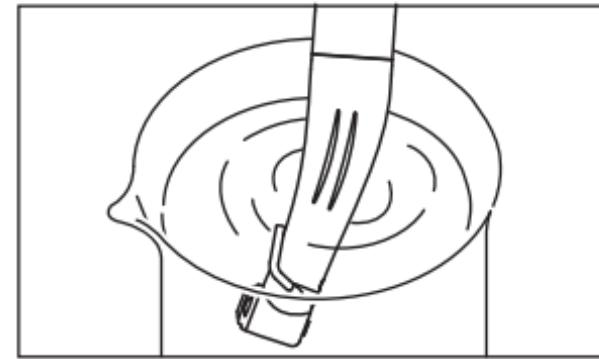

Fig. 6
- 2) Remplissez à moitié un récipient d'eau propre. Immergez 20 mm de la tête de la pièce à main dans l'eau et ensuite faites fonctionner la pièce à main pendant environ 15 secondes. (Fig. 6)